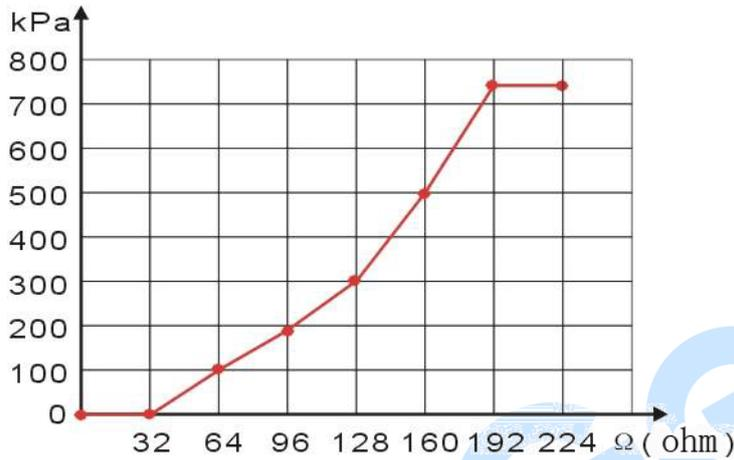

图3 曲线设置
- 可以将最前面的几个点或最后面的几个点纵坐标设成一样。如图 3 所示：